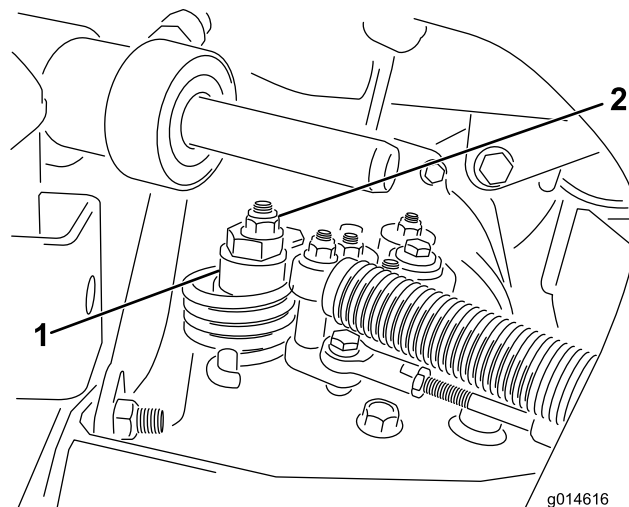

Figura 47
A. Afloje la tuerca que sujeta el excéntrico a la parte superior del hidrostato (Figura 47).
- C. Gire el excéntrico hasta que no haya movimiento en ningún sentido. Cuando la rueda deje de girar, apriete la tuerca para bloquear el excéntrico y el ajuste (Figura 47). Compruebe el ajuste con el acelerador en las posiciones Lento y Rápido.